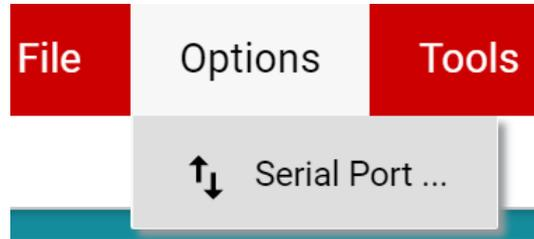

图 3-7. 更改串行端口
- a. 如果 GUI 的左下角未显示 *Hardware Connected*，请在 *Options* → *Serial Port* 下检查不同的硬件 COM 端口（请参阅图 3-7）。